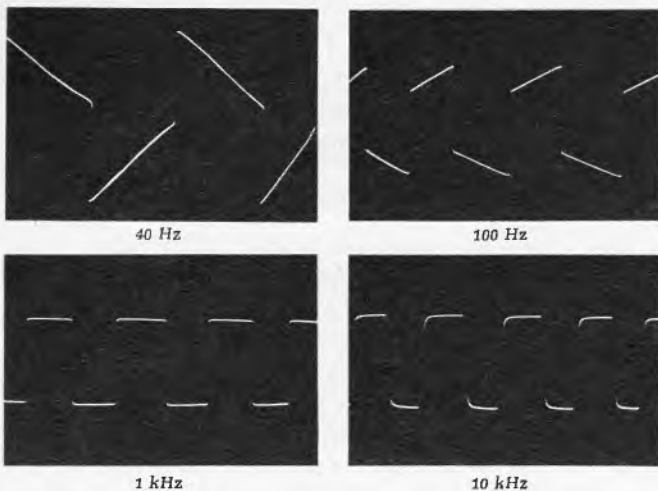

Bild 5 Über-alles-Rechteckdurchlaß für vier Folgefrequenzen
3. Phasen- bzw. Laufzeitverzerrungen zwischen 40 und 10 000 Hz (siehe Bild 5)	vernachlässigbar klein